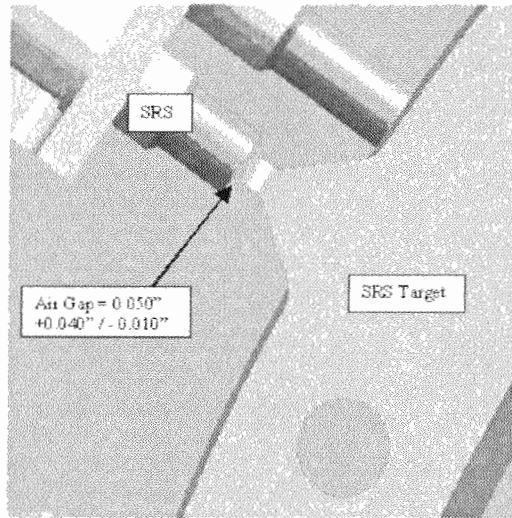

Figura 7.16 Comprobación del huelgo del SRS.
3. Gire el cigüeñal hasta que el sensor SRS esté alineado con el SRS receptor, como se muestra en la Figura 7.16, y verifique que el huelgo sea 0,050" \pm 0,02. 20" \pm 0,010". Si el huelgo es incorrecto, repita el procedimiento de ajuste.